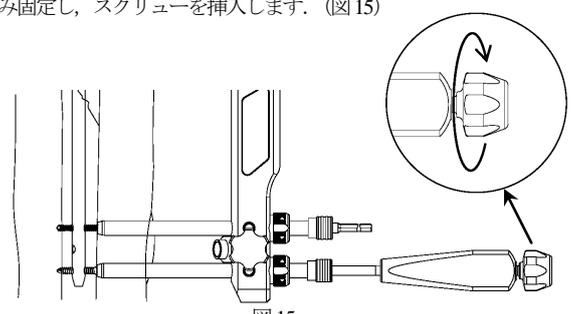

図 15
- 9) ドリリング後、デプスゲージにてスクリー長を計測します。コーティカル SW ドライバー (ホールド型) に選択した長さの 4.0 コーティカルスクリーを組み付け、グリップ後端の中軸つまみをねじ込み固定し、スクリーを挿入します。(図 15)